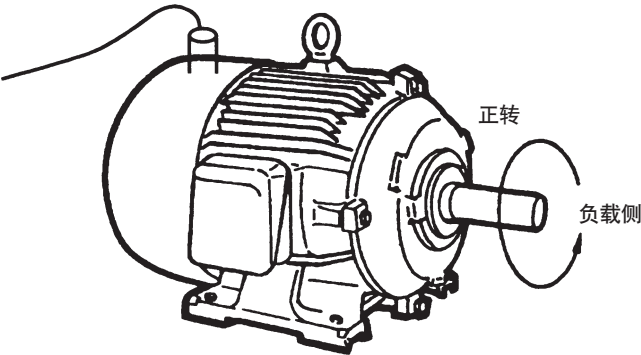

图 15 电机的运转方向
电机的标准方向是CCW（逆时针）正转（图 15）。如果以CW（顺时针）作为正转的场合，请参照表 8 顺序中③，④的（）内容。